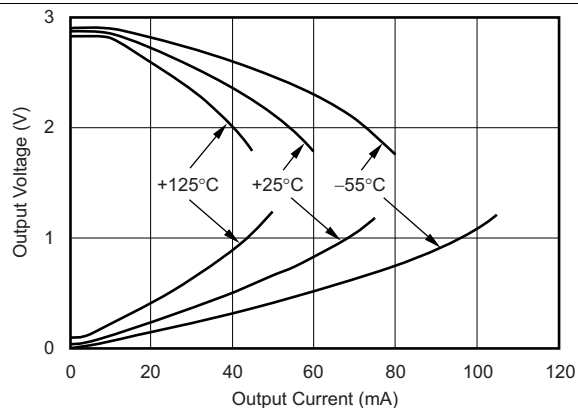
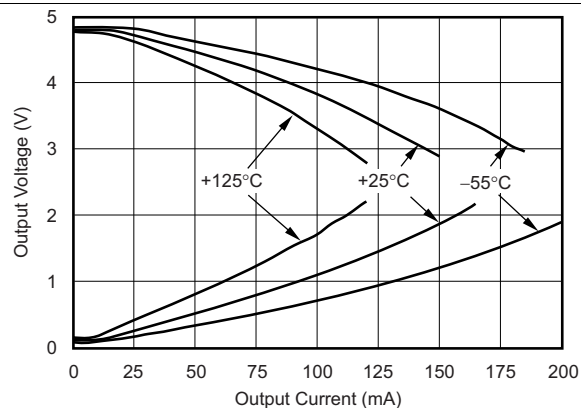
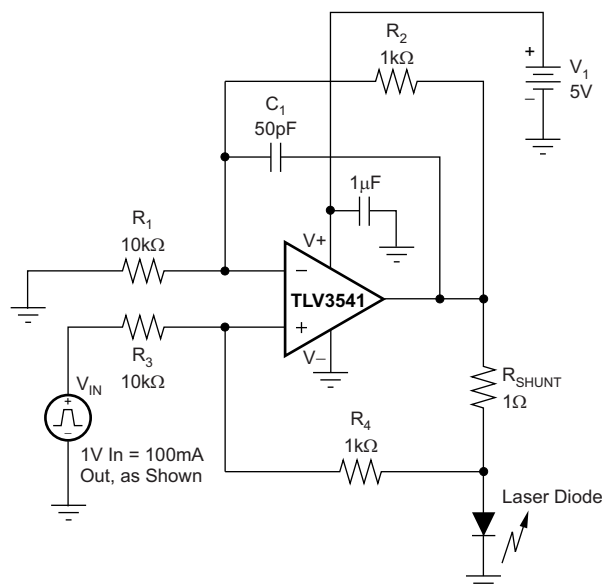
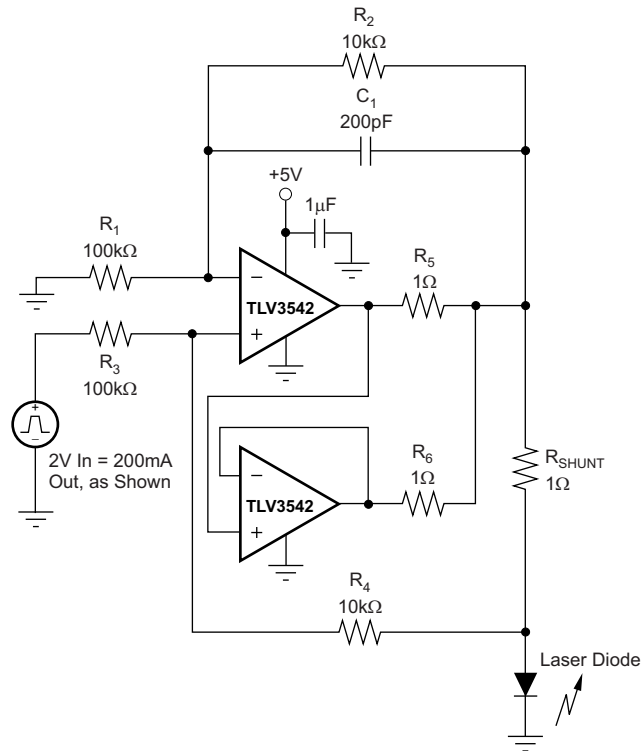

图 13.
图 14.
图 20. 激光二极管驱动器
图 21. 并行运行
(1) 请参阅有关输出电压摆幅与输出电流间的关系 (图 13 和 图 14) 的典型特性曲线。
(2) 根据设计确定。
(3) 在此温度范围内工作将不会损坏部件。不过, 可能出现性能下降。
采用具有共源晶体管的 AB 类输出级来实现轨至轨输出。对于高阻抗负载 ($> 200\Omega$), 输出电压摆幅通常在距离电源轨 100mV 范围内。在 10Ω 负载下, 可在保持高开环增益的同时实现有用输出摆幅。请参阅有关输出电压摆幅与输出电流间的关系 (图 13 和 图 14) 的典型特性曲线。
TLV354x 输出级可提供 $\pm 100mA$ 的持续输出电流, 并且在 5V 电源供电的条件下提供大约 2.7V 的输出摆幅, 如图 20 中所示。为确保最大可靠性, 不建议运行超过 $\pm 100mA$ 的持续直流电流。请参阅有关输出电压摆幅与输出电流间的关系 (图 13 和 图 14) 的典型特性曲线。如需提供大于 $\pm 100mA$ 的持续输出电流, 可将 TLV354x 并行运行, 如图 21 中所示。